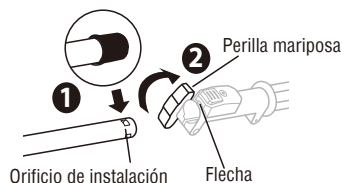

Fig. 3A
1. Retire la tapa de protección del tubo antes de la instalación. (Fig.3A, 1)
2. Afloje la perilla mariposa. (Fig.3A, 2)